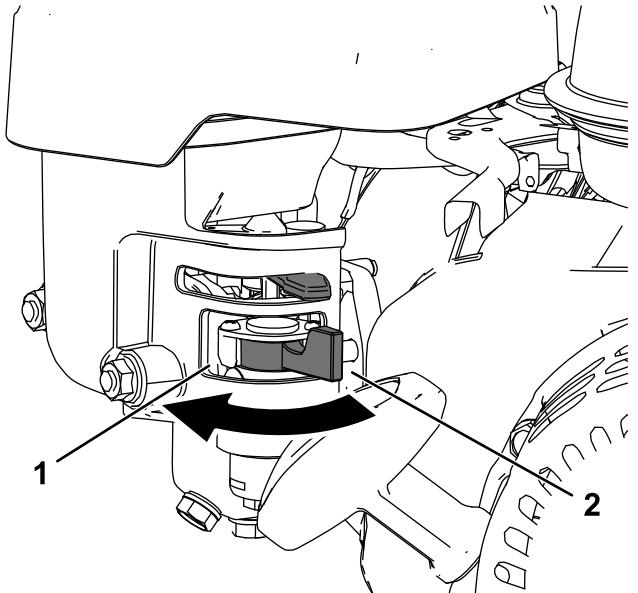

図 11
- ・ バルブを開く場合バルブのレバーをリコイルスター タハンドルの方へ回す図 11。
- ・ バルブを閉じる場合バルブのレバーをリコイルス ターハンドルと反対の方へ回す図 11。